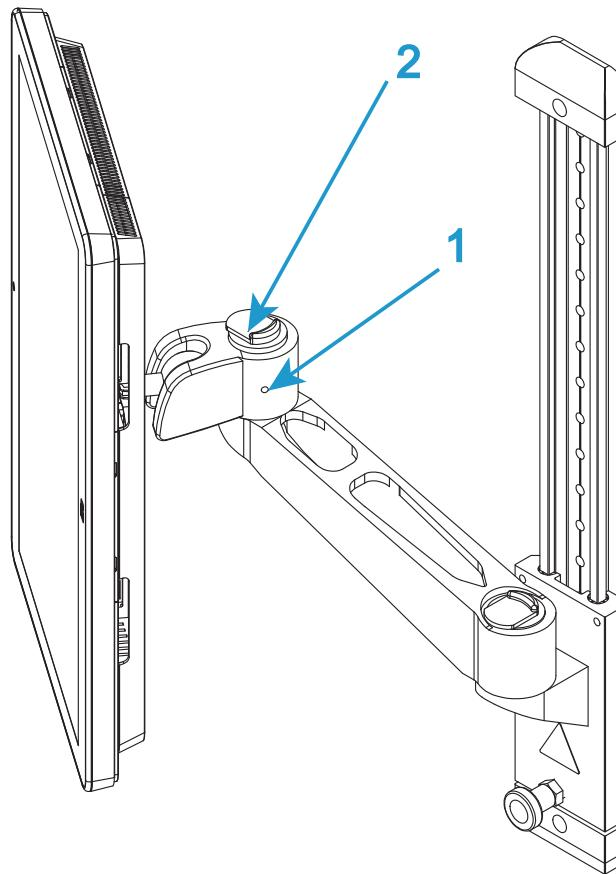
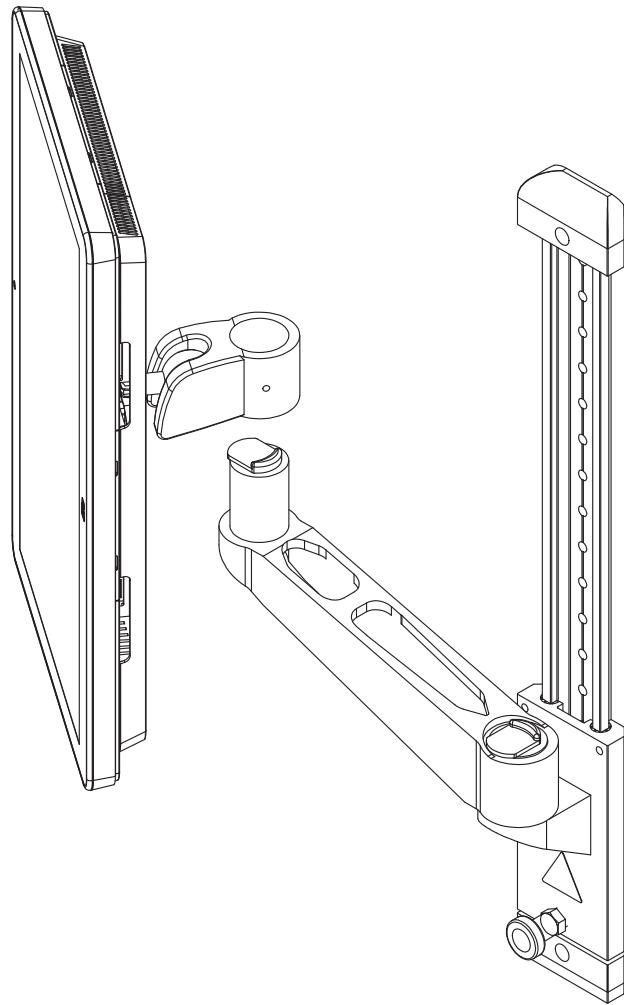

Figura 10. Braccio di montaggio
Figura 11. Sollevare per rimuovere
3. Se necessario, allentare la vite di fissaggio posta lateralmente sul "gomito" del braccio di montaggio (1 in Figura 10 a pagina 51).
4. Mettere in funzione il meccanismo di rilascio sulla parte superiore del "gomito" (2 in Figura 10 a pagina 51) e sollevare Dashboard operatore® Bluehill lontano dal braccio di montaggio (Figura 11 a pagina 52).